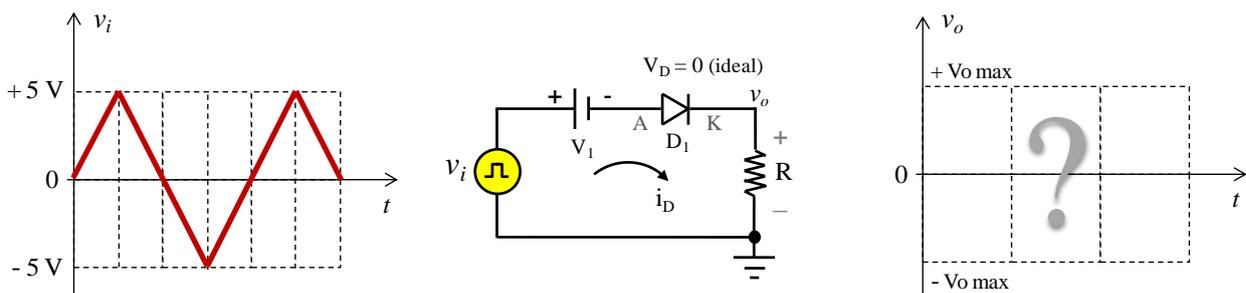

Figura 1.139 – Ceifador série com entrada triangular.
►► **Exemplo 25** – Determinar, para o circuito da Figura 1.139, onde o diodo é ideal: